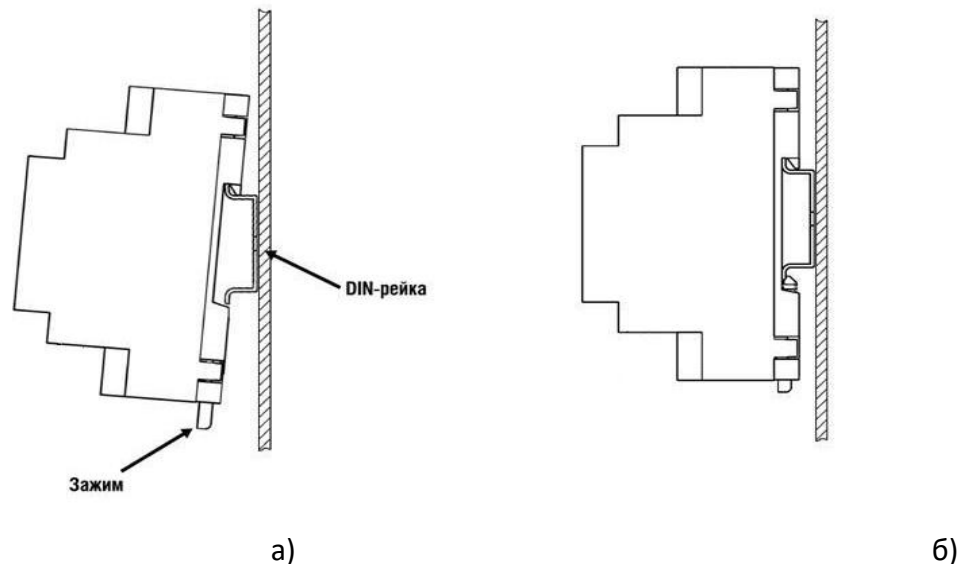

Рисунок 2 – Последовательность установки Устройства на DIN-рейку
- зацепить верхним креплением корпуса Устройства (расположено на тыльной поверхности корпуса Устройства) за верхнюю направляющую DIN-рейки (см. рис. 2а);
- после прижатия корпуса Устройства к DIN-рейке, отпустить зажим (см. рис. 2б);